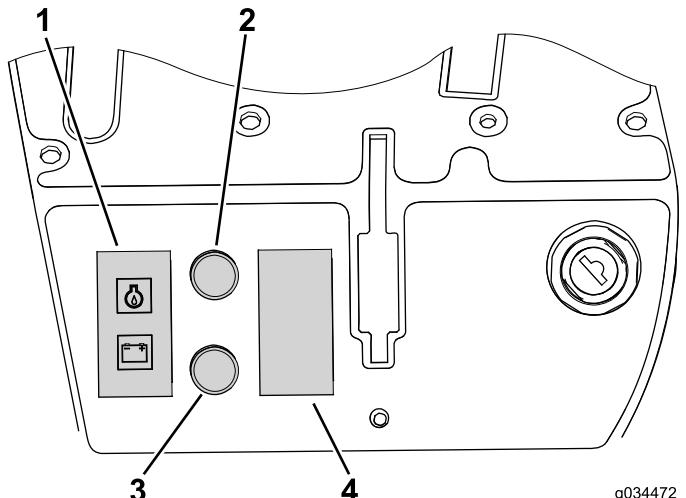
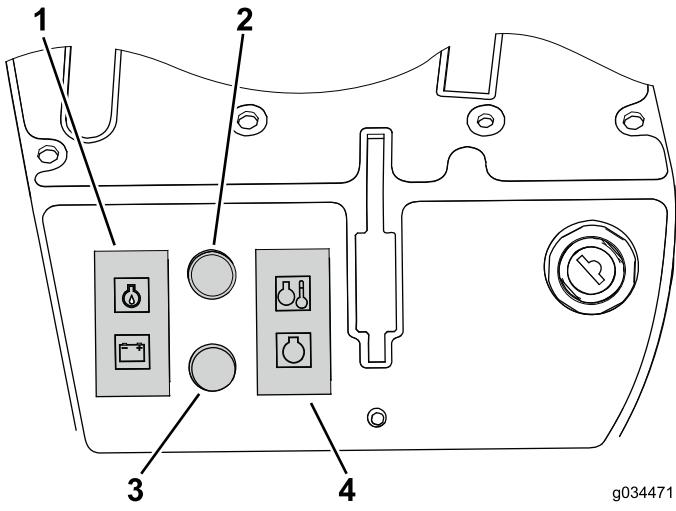

Bild 29
Bild 30
4. Setzen Sie die Warnanzeige oder Lochblende, die Sie vorher entfernt haben, in den entsprechenden Ausschnitt ein (Bild 29 und Bild 30).